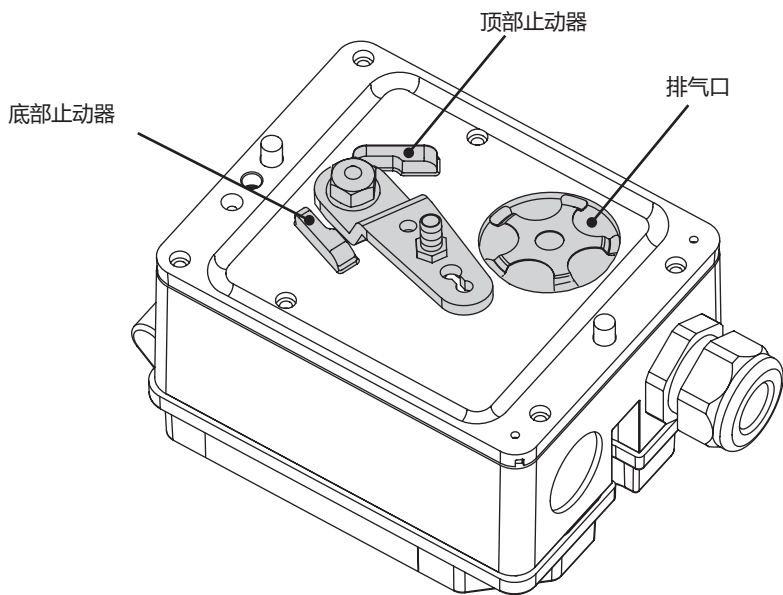

图5: 机械限位器和排气口
→ 安装定位器时请勿让排气口 (图5) 朝上。
1. 将操纵杆移至底部机械限位器 (请参见图5) 并将其固定到位。使用扳手拧松并卸下螺母 (对面宽度 SW 10)。